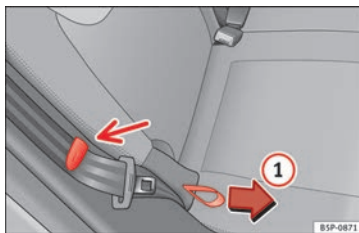

Bild 81 Fälla ner baksätets ryggstöd.
- Dra i öglan i sidan av sätet » bild 81 ①.
När ryggstödet fälls och lyfts ska du se till att bältena placeras i klämman » bild 81 så att de inte skadas om de fastnar i ryggstödsläset.